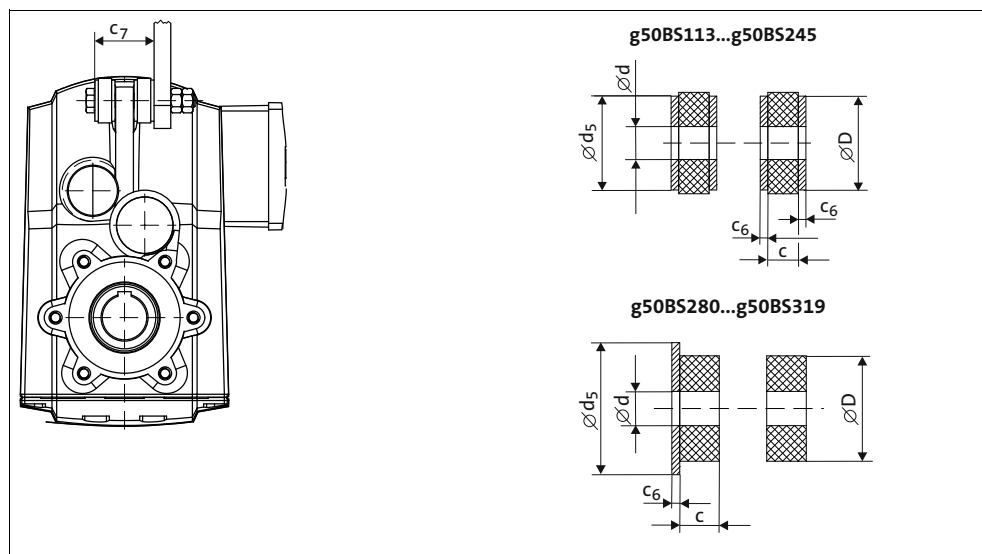

Abb. 16 Maße von Unterlegscheiben und Gummipuffer
- Die Gummipuffer mit den Unterlegscheiben in der dargestellten Art und Weise (Abb. 16) beiseitig der Getriebe-Drehmomentstütze und an der Befestigungslasche ihrer Maschine montieren.